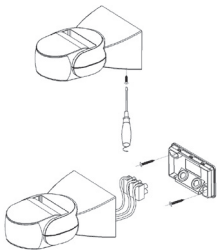

Рис. 4- Монтаж датчика MW-704
1. Закрепите датчик к потолку (предпочтительнее) или стене, с помощью шурупов (рис. 4).